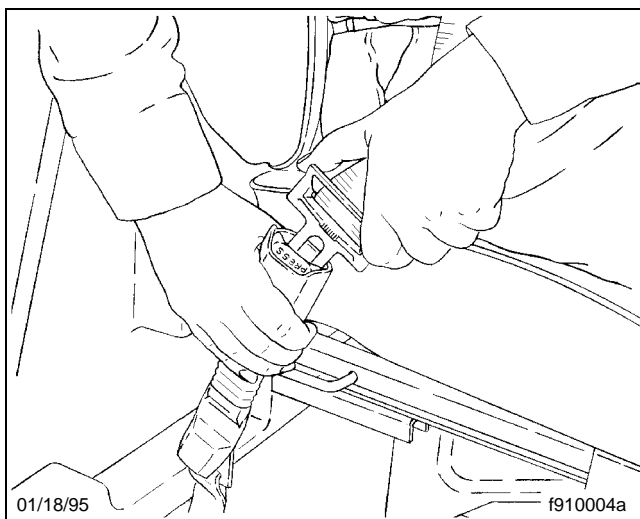

Fig. 5.5, Attache de la ceinture de sécurité à trois points
2. Attachez la ceinture à trois points en poussant l'attache dans la boucle jusqu'à ce qu'elle s'enclenche (**figure 5.5**). Tirez sur la boucle. Si elle se détache, répétez la procédure d'attache. Si le problème persiste, faites remplacer la ceinture à trois points.